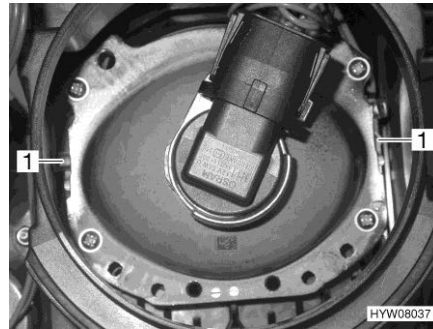
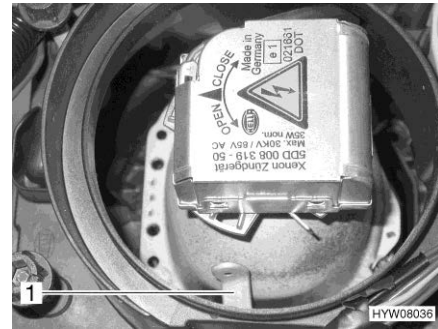

Fig. 201 Conversione dei fari anteriori
Fig. 202 Conversione dei fari anteriori (faro Xenon)
- Inclinare tutte le leve di conversione (Fig. 201,1 o Fig. 202,1) presenti sull'altro lato.